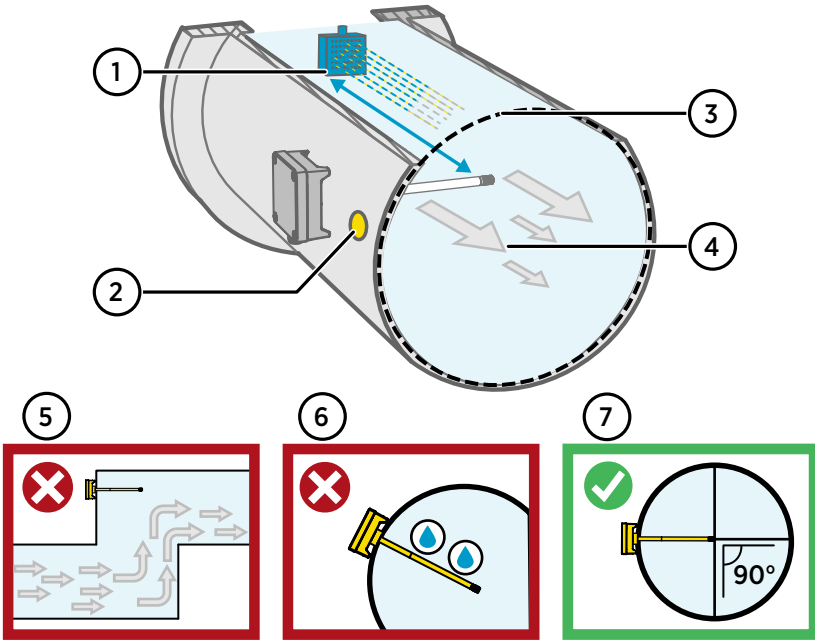

图 87 管道安装概述
4. 可选：从变送器安装孔中钻出第二个孔（约为 30 厘米 (12 英寸)）用于参考测量。请参见图 87 (第 138 页)。